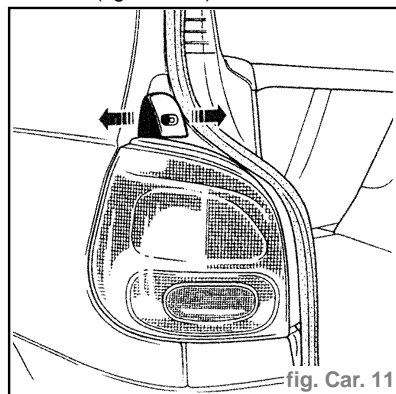

fig. Car. 11
- Positionner les butées mobiles sur la caisse. (fig. Car. 11)